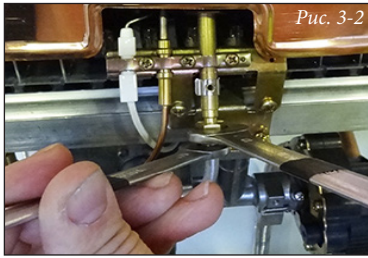

Рис. 3-2
- отсоедините трубу подачи газа на запальную горелку (Рис. 3-2 и 3-3);